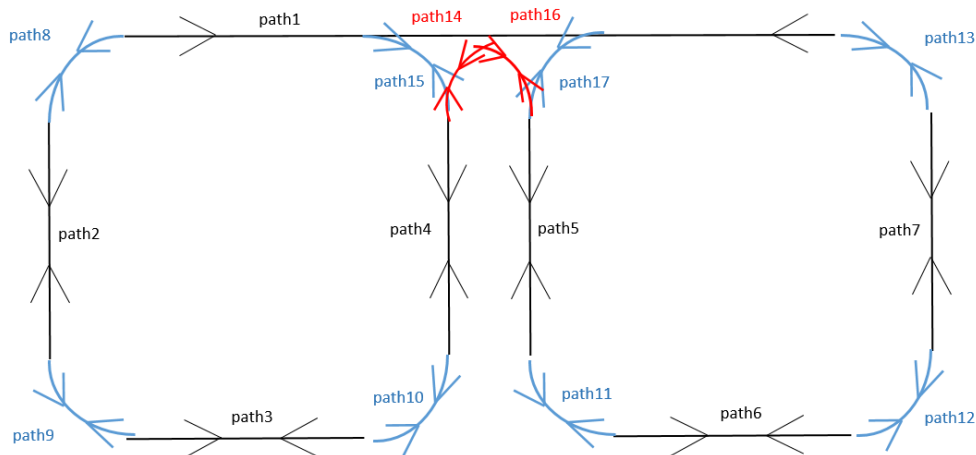

Abbildung 8.6: Layout des Path Mover Systems inkl. der Füllpfade
Schritt 3: Die Wege entsprechend der Abbildung 8.6 verbinden.